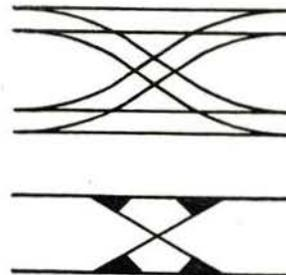

Bild 3. Kreuzweiche
*Bild 3. Der Fahrdienstleiter am Befehlsstellwerk trägt eine hohe Verantwortung. Neben dem Bedienen der Weichen-, Fahrstraßen- und Signalschalter innerhalb seines Bahnhofsbereiches beeinflusst er die Tätigkeit an anderen Stellwerken durch Befehlsabgabe-, Zustimmungs- und Erlaubnisfelder. Die Jungen Pioniere und Schüler, die dort eingesetzt werden, müssen die Bedienung der übrigen Stellwerke voll beherrschen*